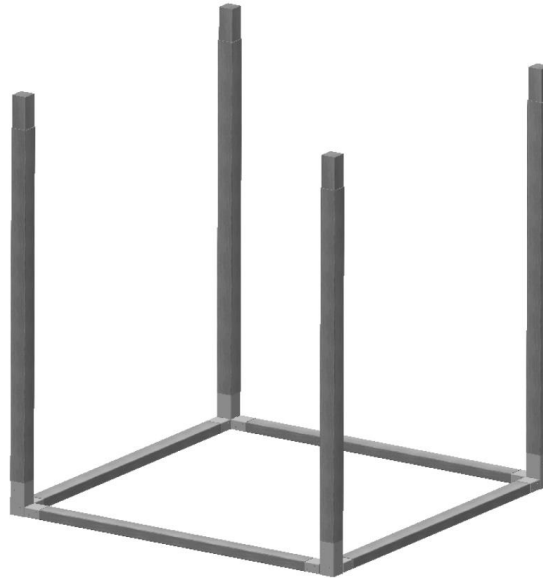

Abbildung 4: Bodenrahmen mit Pfosten
Stecken Sie die Pfosten (3) in die Aufnahmen Eckverbinder (1) (Abbildung 4).